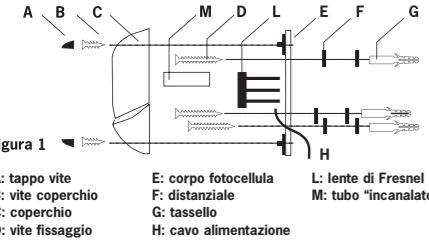

figura 1
1. Per installare l'apparecchiatura smontare il coperchio delle fotocellule come indicato in figura 1.